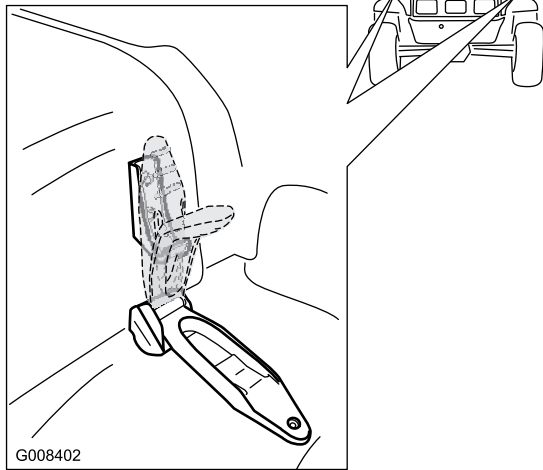

Bild 25
1. Heben Sie den Hebel der Gummriegel an jeder Seite der Motorhaube an (Bild 25).
2. Fluchten Sie die Gummriegel auf den Riegelankern an jeder Seite der Motorhaube aus, um die Motorhaube zu befestigen (Bild 25).